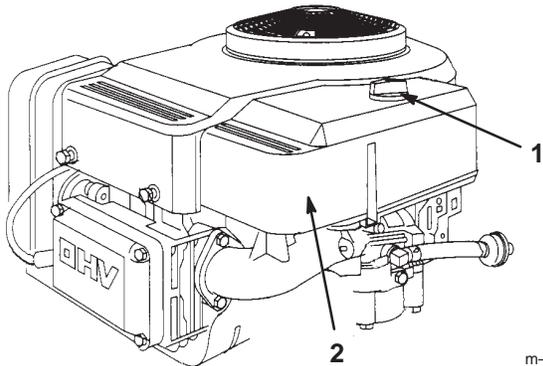

Bild 21
3. Reinigen Sie den Bereich um den Luftfilter herum, um zu verhindern, dass Schmutz in den Motor fällt und Schäden verursacht. Schrauben Sie die Verschlusschraube los und entfernen den Luftfilterdeckel (Bild 21).
3. Bringen Sie den Luftfilterdeckel und die Verschlusschraube an (Bild 21). Ziehen Sie die Schraube gut fest.